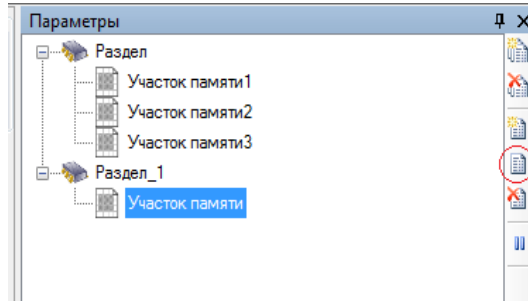

Рисунок 6.42
1) выделить участок в дереве разделов панели **Параметры** и нажать кнопку  (рисунок 6.42), либо двойным кликом по участку в дереве разделов;